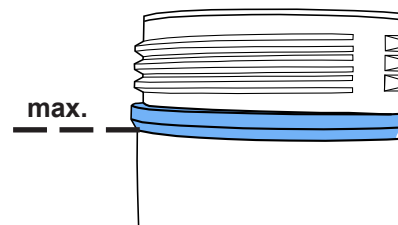

Fig. 7
- ⇒ Disaerare completamente i serbatoi premendo la valvola di disaerazione (5).
- ⇒ Svitare il coperchio del serbatoio (4). (Se non è possibile svitare facilmente il coperchio del serbatoio, c'è ancora della pressione residua nel serbatoio >>> Azionare nuovamente la valvola di disaerazione!).
- ⇒ Riempire con abrasivo fino al livello mass (Fig. 7) (rigonfiamento del serbatoio sotto al filetto).